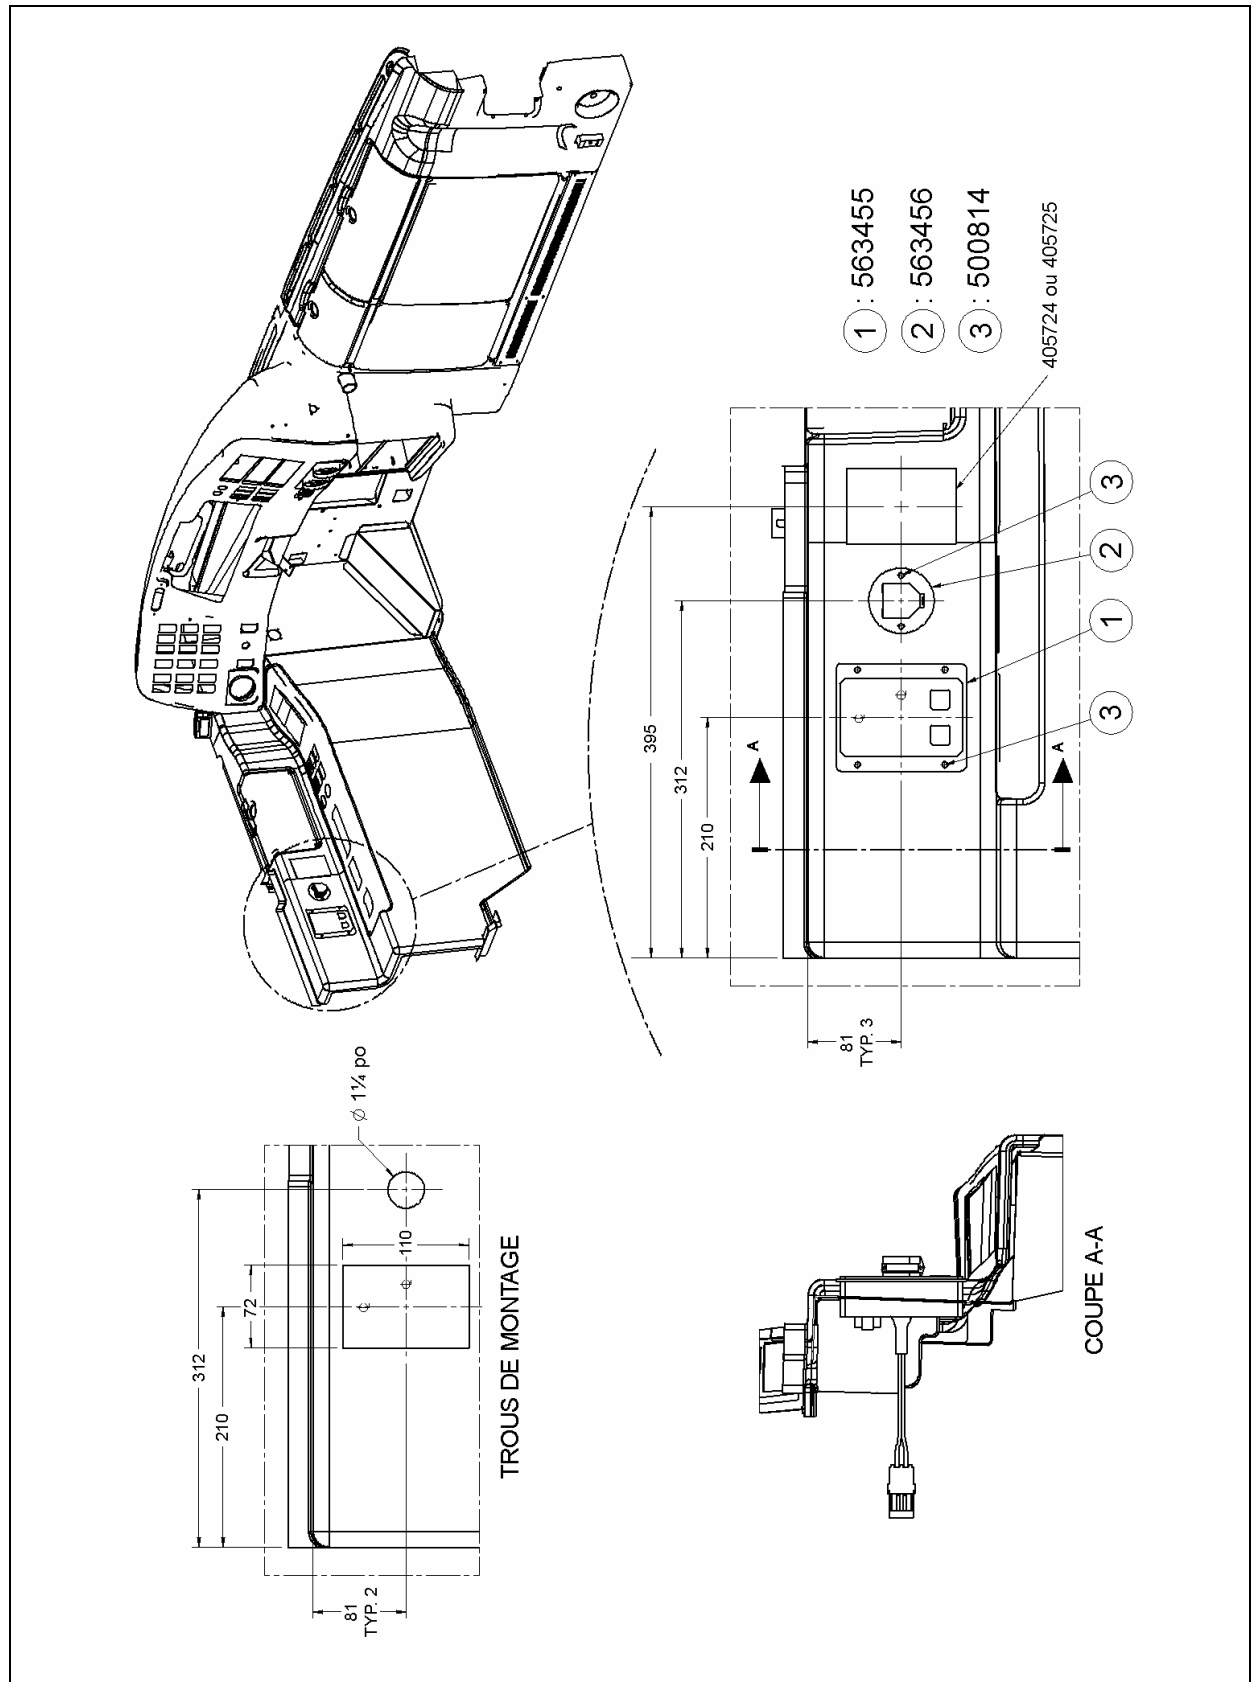
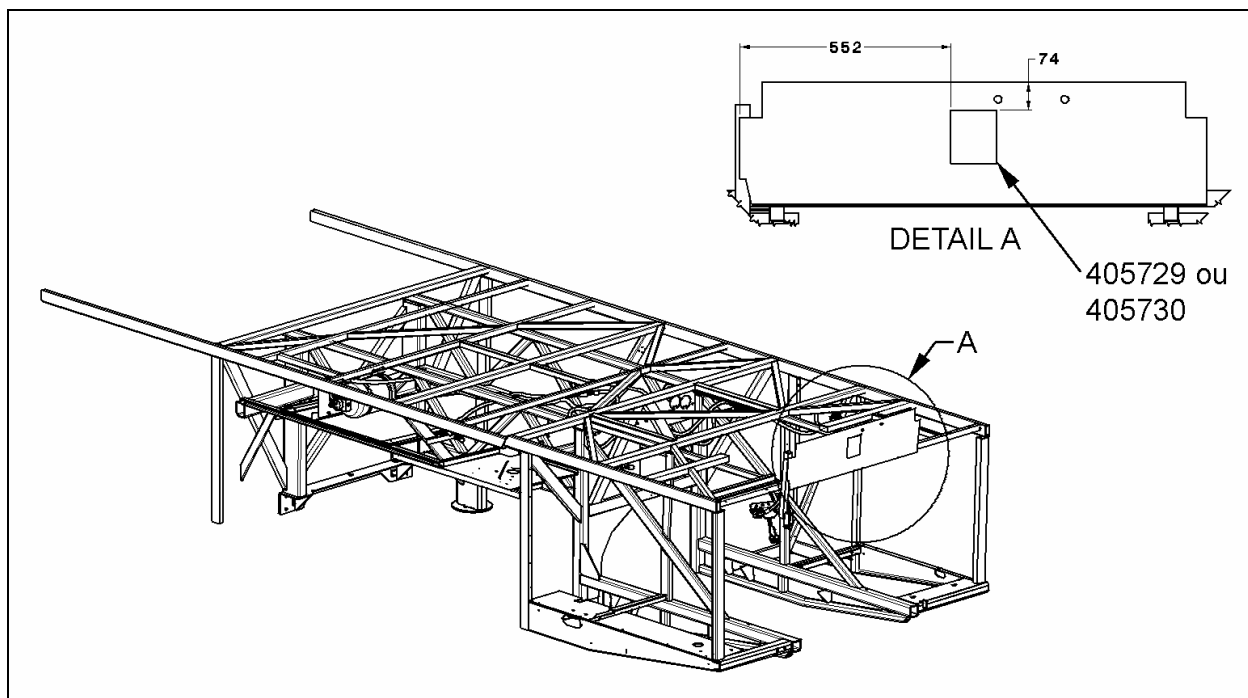

FIGURE 1
FIGURE 2
22. En vous référant à la figure 1, découper les trous de montage du panneau de commande (563455) et du bouton de déclenchement manuel (563456). Fixer le panneau de commande et le bouton de déclenchement à l'aide des vis autotaraudeuses (500814).
23. En vous référant à la figure 1, apposer le décalque de la section du conducteur (405724 ou 405725). Apposer également le décalque du compartiment moteur (405729 ou 405730) en vous référant à la figure 2.